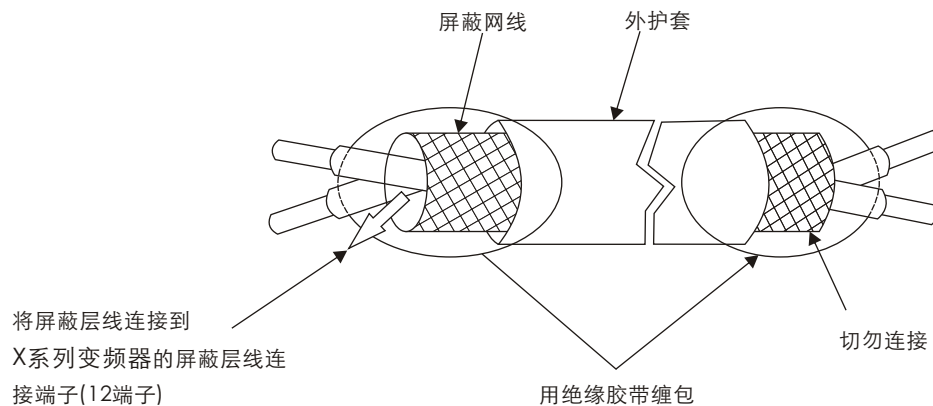

图3.22 双股屏蔽线的末端缠包
- 为了防止干扰而引起的误动作, 请使用绞合屏蔽线或双股屏蔽线。线的末端处理请参照图3.22, 接线距离应小于50m。